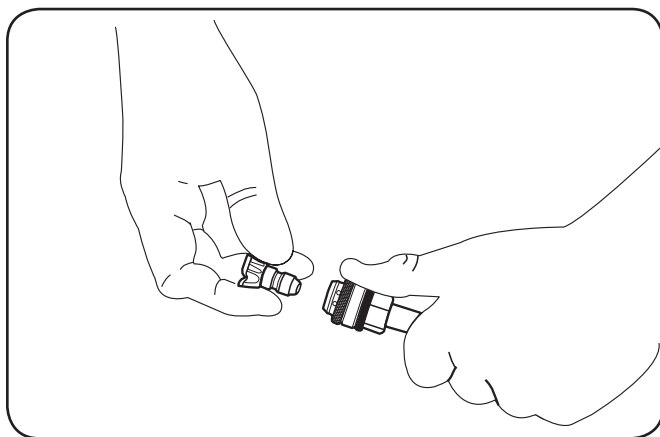

Figure 4-3
1. Verifique que la manguera del sifón de detergente esté colocada en el conector arponado ubicado cerca de la conexión de la manguera de alta presión de la bomba, como se muestra. Ver la Figure 4-3.